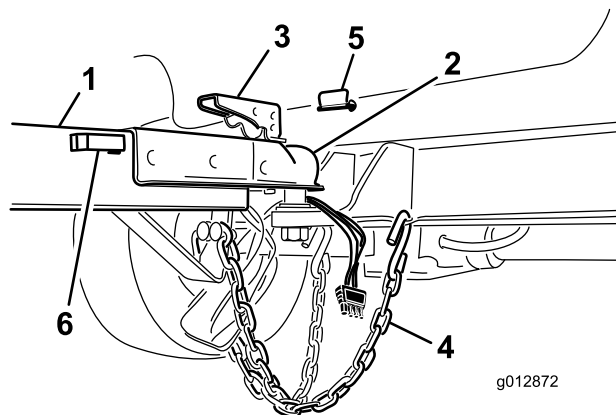

Figure 12
2. Levez le levier du coupleur sur la flèche tout en abaissant le couvercle sur la boule d'attelage (Figure 12).